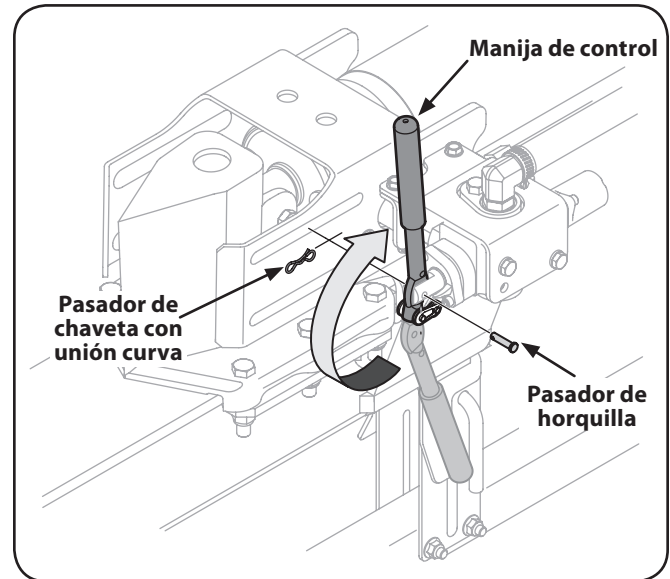

Figura 3-8
- Extraiga el pasador de horquilla y el pasador de chaveta con unión curva de la manija de control. Vea la Figura 3-8.
- Rote la manija de control hasta la posición de operación y sujétela con el pasador de horquilla y el pasador de chaveta con unión curva que se extrajo en el paso 1. Consulte la Figura 3-8.